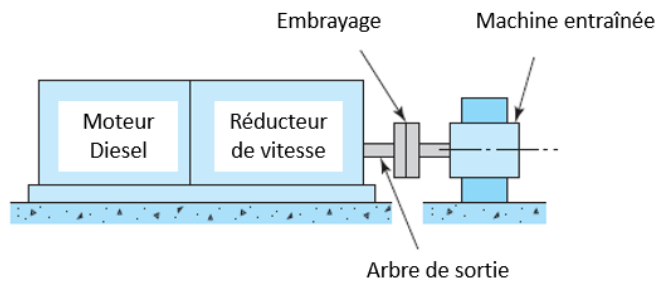

Figure 3 : Schéma de l'entraînement d'une machine à partir d'un moteur diesel (pas à l'échelle)
La figure 3 montre un schéma de l'entraînement d'une machine à partir d'un moteur diesel. L'entraînement de la machine, dont l'inertie de rotation (J) est de $14 \text{ Nm}\cdot\text{s}^2$, se fait par le biais d'un embrayage à disques multiples. Durant la phase d'accélération, le moteur diesel tourne à une vitesse constante de 2200 rpm et délivre un couple de 156 Nm. L'arbre du moteur entre dans un réducteur de vitesse ayant un ratio de 4 : 1. Les disques de l'embrayage ont des rayons interne et externe de 80 et 120 mm, respectivement. La pression maximale admissible sur les surfaces est de 350 kPa et le coefficient de frottement est d'environ 0.35.